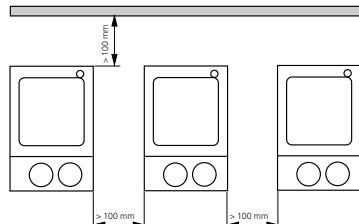

Fig. 2
- Respectez les écarts minimum (comme dans des Fig. 2 représenté) entre les appareils, entre l'appareil et le mur au dessus de la structure (800mm au moins).